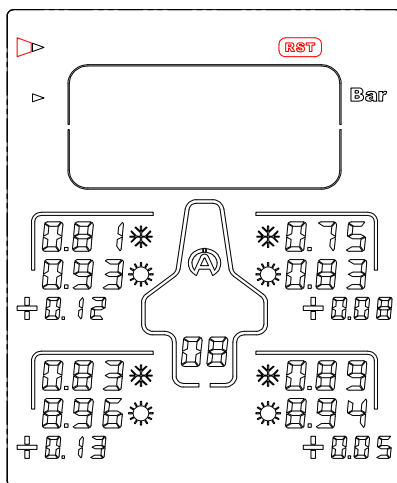

Figure 10
- 1) A l'aide des boutons  , sélectionnez l'icône « **RST** » (figure 10)